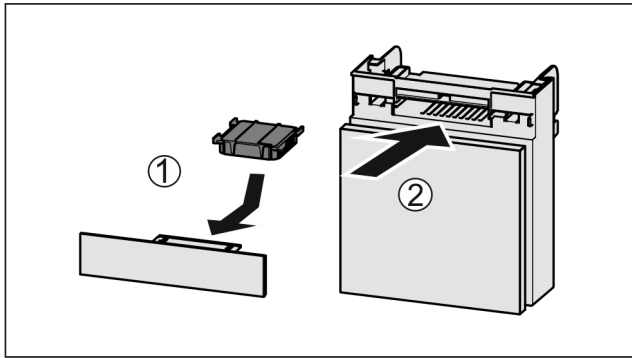

Fig. 37
- ▶ Поставете Fig. 37 (1) филтъра с активен въглен, както е показано на фигурата.
- ▶ Вкарайте Fig. 37 (2) отделението.